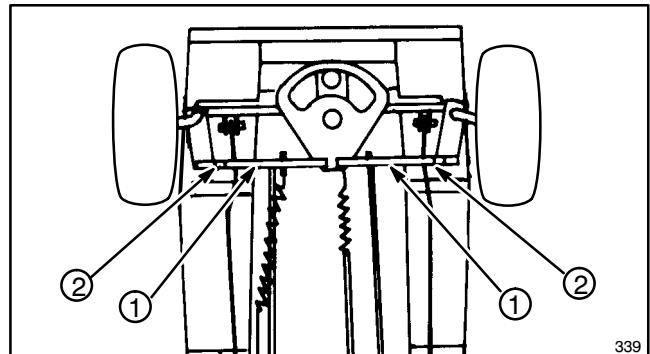

Abbildung 28
1. Zum Abstimmen der Vorderräder, die Klemmutter lockern und das Lenkgestänge soweit drehen, bis der mittige Abstand zwischen der Vorderseite der Vorderräder ( $d'$ ) 1,5 mm bis 6,3 mm geringer als die mittige Distanz zwischen der Rückseite der Vorderräder ausfällt ( $d''$ ) (Abb. 28 und 29).